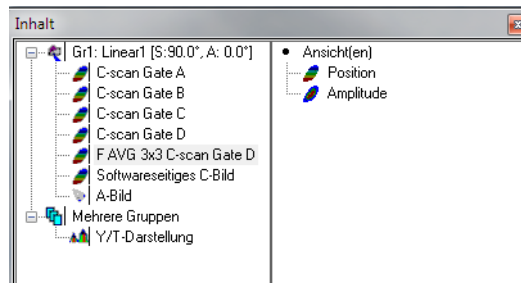

Abbildung 7-60 Dialogfeld Inhalt
2. Wählen Sie in der Menüleiste **Ansicht** > **Inhalt** aus und fügen Sie die gefilterten Daten hinzu (siehe Abbildung 7-60 auf Seite 425).